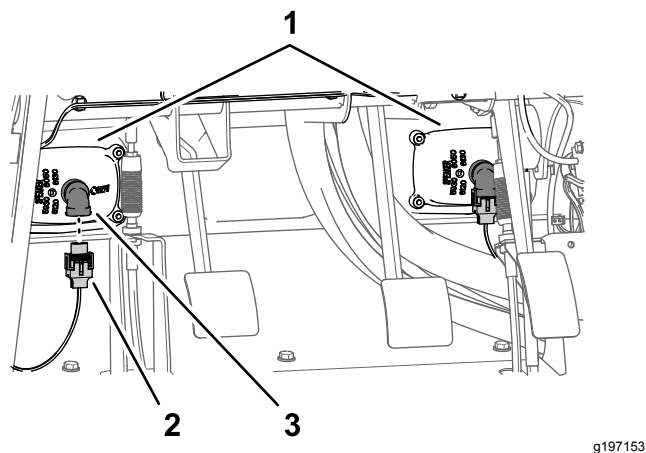

Figure 217
- Branchez les 2 connecteurs (à 2 douilles) du faisceau de la machine aux connecteurs à 2 broches des phares gauche et droit (Figure 217).
- Placez la doublure d'aile sur les tubes supérieur gauche et inférieur gauche du cadre (Figure 217).